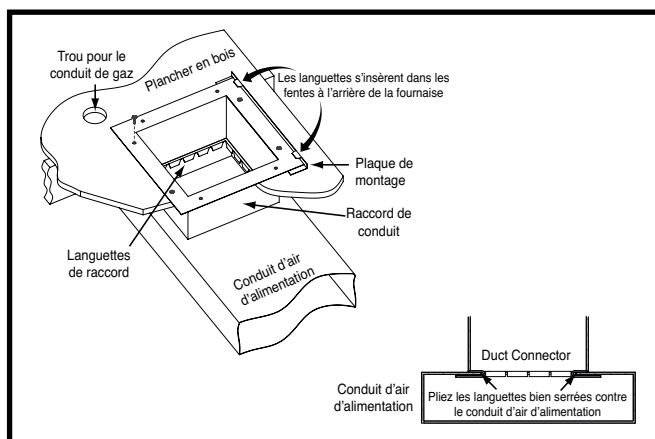

Figure 12. Raccord de conduit à languettes
2. En utilisant les lignes centrales comme point de départ, tracez le reste du trou pour les conduites en fonction des dimensions montrées dans la Figure 12.
3. Retirez le raccord de conduit et découpez la zone marquée du conduit d'alimentation en air 1/16 po plus large que le trait dessiné. Voyez la Figure 12.
5. Installez la plaque de montage (Figure 12) sous l'arrière du connecteur de conduit. Alignez les trous pour vis dans les deux composantes.
7. Pliez les languettes inférieures du raccord de conduit vers le haut et serrez-les le plus possible contre le conduit d'alimentation en air. Voyez la Figure 12.